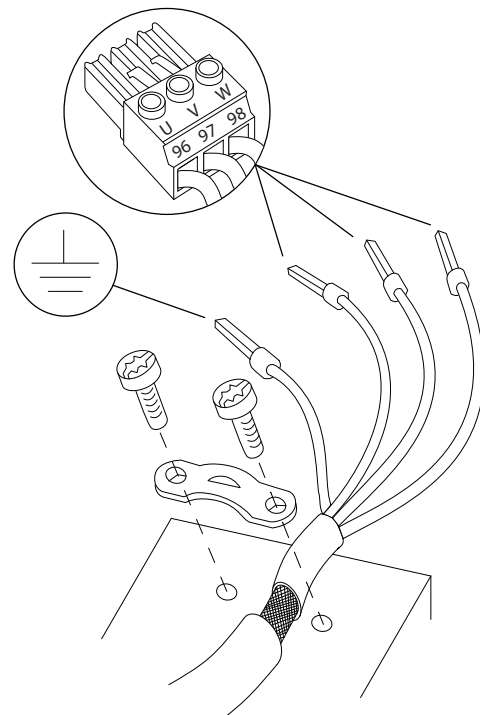

Abbildung 4.4 Motoranschluss
3. Schließen Sie das Erdungskabel gemäß den Erdungsanweisungen in *Kapitel 4.3 Erdung* an die nächstgelegene Erdungsklemme an, siehe *Abbildung 4.4*.
4. Schließen Sie die 3 Phasen des Motorkabels an die Klemmen 96 (U), 97 (V) und 98 (W) an (siehe *Abbildung 4.4*).